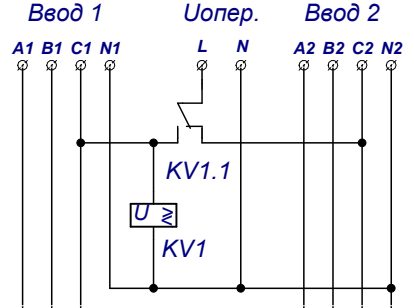

Рис.7 Схема получения оперативного питания с использованием реле напряжения
5.2.1. Схема получения оперативного питания с использованием реле напряжения приведена на рис.7.